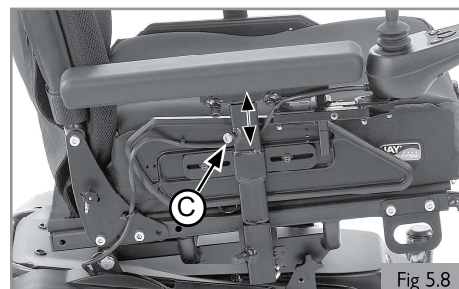

Fig. 5.8
**5.6 Ajuste predefinido de la altura de los reposabrazos (Fig. 5.8)**